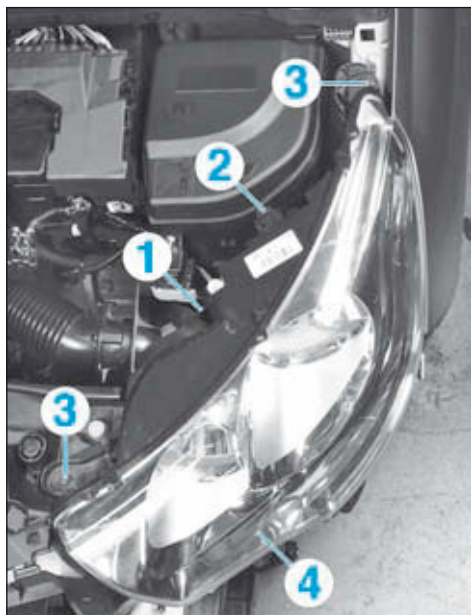

FIG.61
- Dégrafer, côté conducteur le câble de commande d'ouverture de capot (1) (Fig.61).
- Débrancher le connecteur (2).
- les vis (3),
- le bloc optique avant (4).